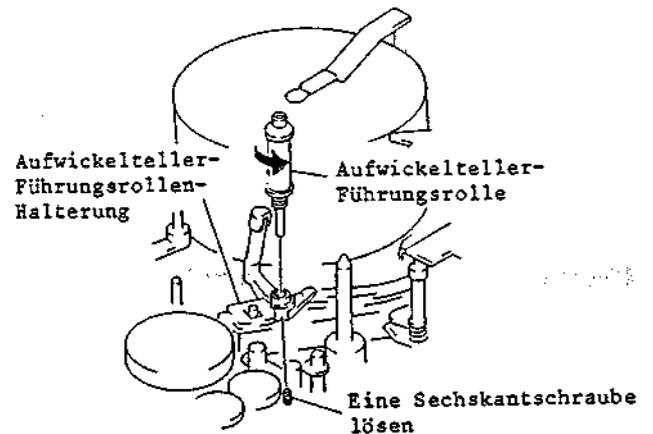

Abb. 2-69 Ausbau der Aufwickelteller-Führungsrolle
3-22 Ausbau der Aufwickelteller-Führungsrolle (Abb. 2-69)
2. Eine (1) Sechskantschraube lösen, mit der die Aufwickelteller-Führungsrolle befestigt ist (siehe Abb. 2-69).